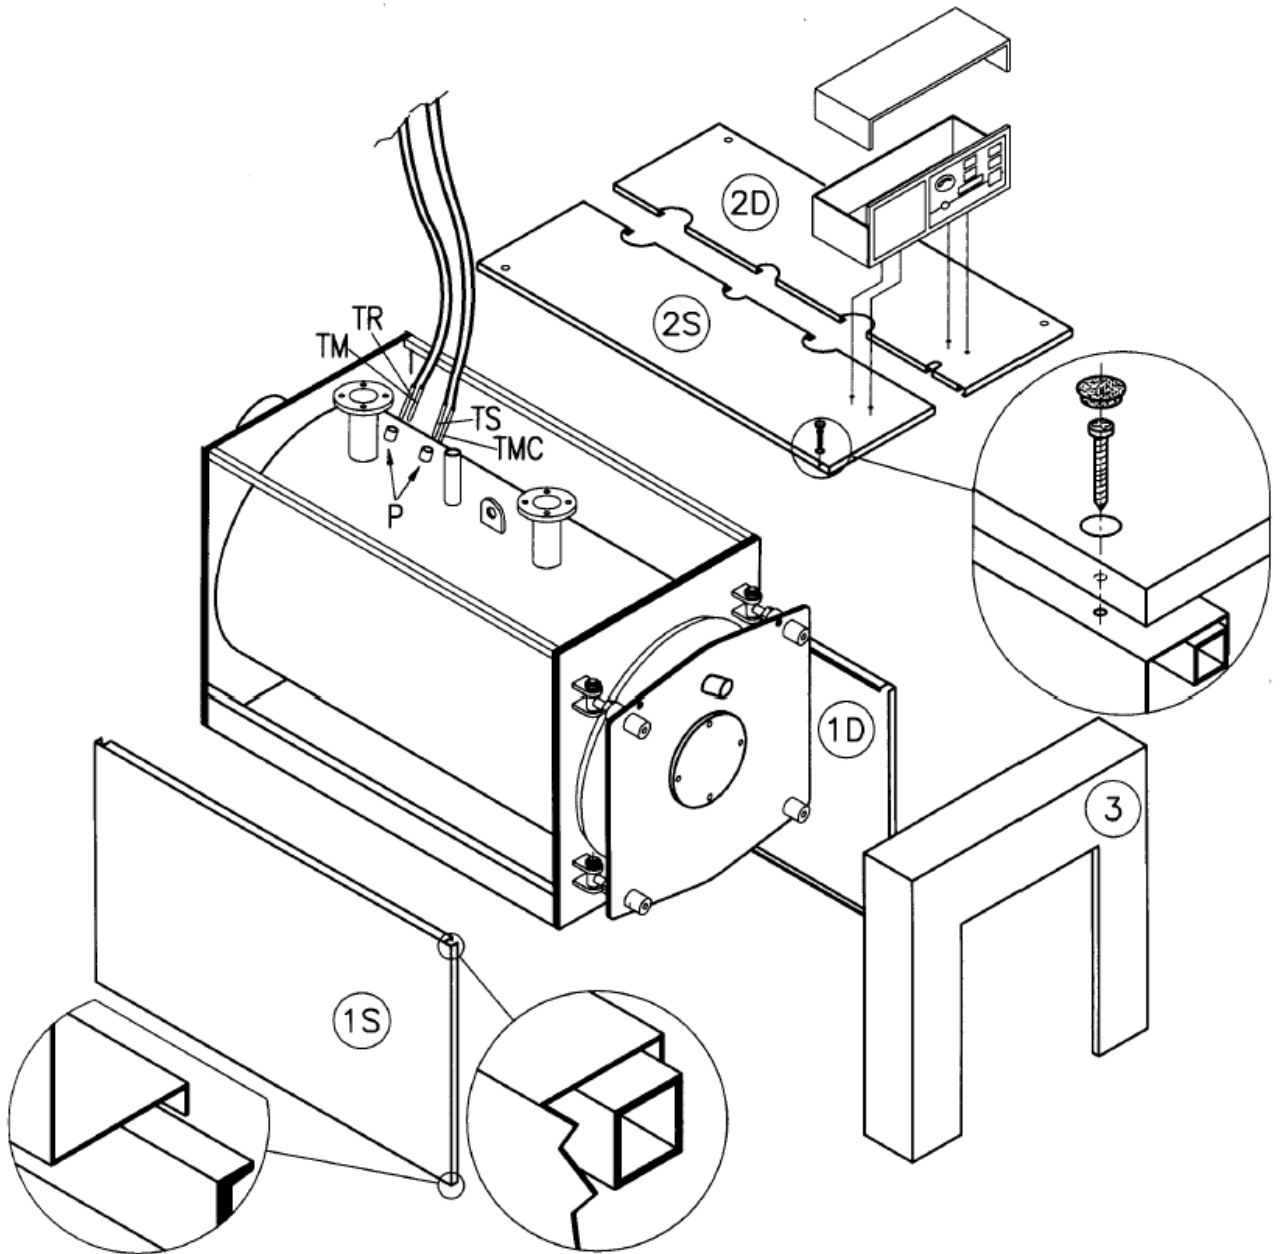

Рис. 8
4.2. ОБШИВКА КОТЛОВ MEGA PREX / MEGA PREX К 90 ÷ 400 (рис. 8)
- а) Обмотайте минеральную вату вокруг корпуса котла, оставив открытыми гнезда для колб (P), расположенные с правой стороны.
- е) Смонтируйте панель (3), соединив ее с боковыми панелями.